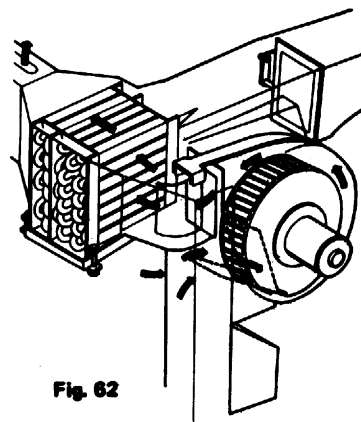

Fig. 62
L'entrata di aria dall'esterno può essere parzializzata a mezzo della leva (25) o completamente interrotta quando la leva è tutta spostata a destra. In quest'ultima condizione il ventilatore aspira l'aria dell'abitacolo, attraverso l'apertura, 22 comandata della leva (23) posta sotto il cruscotto; ricirculandola e aumentando molto rapidamente la quantità di caldo o di freddo in essa contenuta (fig. 62).
L'entrée d'air à partir de l'extérieur peut être réduite à l'aide du levier (25) ou entièrement interrompue lorsque le levier est complètement placé à droite. Dans cette dernière condition le ventilateur aspire l'air de l'habitacle à travers l'ouverture (22) commandée par le levier (23) placé sous le tableau de bord, en le remettant en circuit et en augmentant très rapidement la quantité de chaleur ou de froid qui y est contenue. (Fig. 62).
Air inlet from the exterior can be reduced by means of the lever (25) or stopped completely if this lever is taken all the way to the right. In the latter condition, the impeller aspirates the passenger compartment air through the aperture 22 controlled by the lever 23 below the dashboard, re-circulating it and very rapidly increasing the degree of hot or cold contained in it (Fig. 62).
Der Luftzufluss von Aussen kann durch den Hebel (25) teilweise gehemmt werden, oder vollkommen unterbrochen werden, durch Verstellung des Hebels nach Rechts. In diesem Falle saugt der Ventilator die Luft vom Wageninnern, durch die Oeffnung (22) die durch den Hebel, der sich unter dem Armaturenbrett befindet, gesteuert wird, auf, wobei er die Luft in Zirkulation bringt, und sehr schnell die darin enthaltene Waerme-oder Kaeltmenge erhoehet. (Abb. 62).